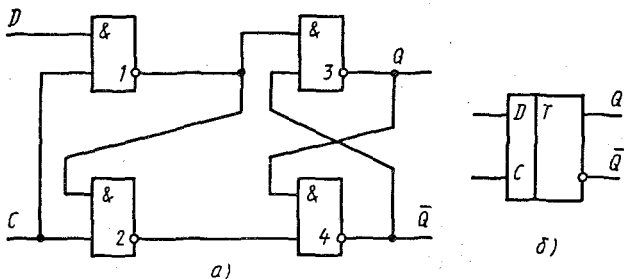

Рис. 44. Построение (а) и условное обозначение (б) тактируемого *D*-триггера
*D*-триггер (рис. 44) имеет два входа: синхронизации и информационный. Если сигнал на входе синхронизации отсутствует ( $C=0$ ), состояние триггера устойчиво и не зависит от поступления сигналов на информационный вход. При поступлении на вход синхронизации сигнала ( $C=1$ ) информация